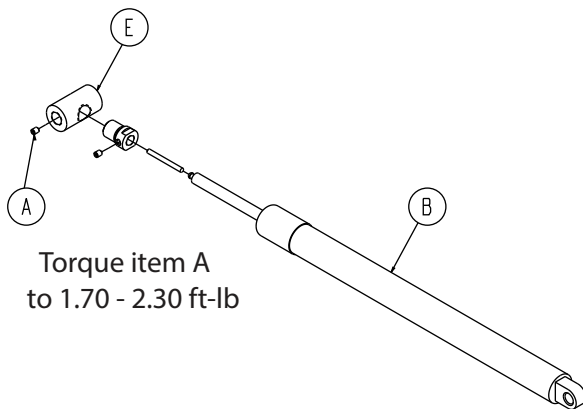
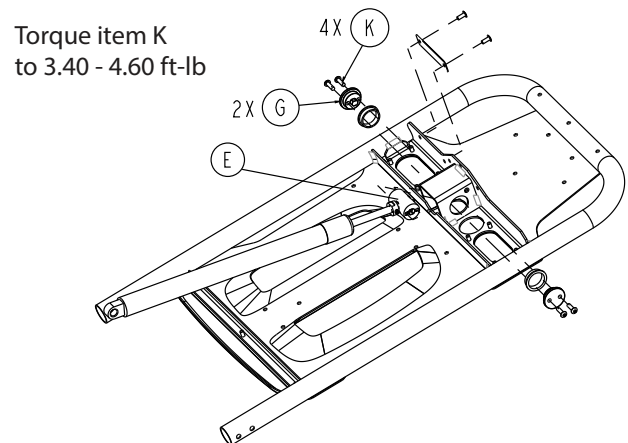

Figure 12 – Composants du vérin du relève-buste
Figure 13 – Retirer les vis d'assemblage à tête ronde
4. Vérifier que le vérin pneumatique (B) est vissé dans l'étrier du ressort à gaz (E) de manière à ce qu'aucun filetage ne soit visible sur la tige du vérin (Figure 12).
- a. À l'aide d'une clé Torx T25, retirer les deux vis d'assemblage à tête ronde (K) qui fixent l'extrémité de l'étrier du ressort à gaz (G) à l'étrier du côté gauche du patient (Figure 13). Conserver les vis.
- b. À l'aide d'une clé à six pans de 3/32 po, retirer la vis de blocage (A) du centre de l'étrier du ressort à gaz (E) (Figure 12 et Figure 13). Conserver la vis.